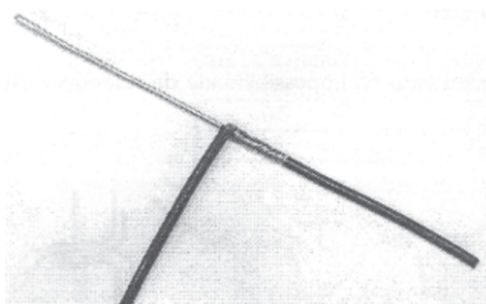

figura 17
3. Inicie a emenda pelo condutor flexível, fazendo as espiras até completá-las (**figura 17**).